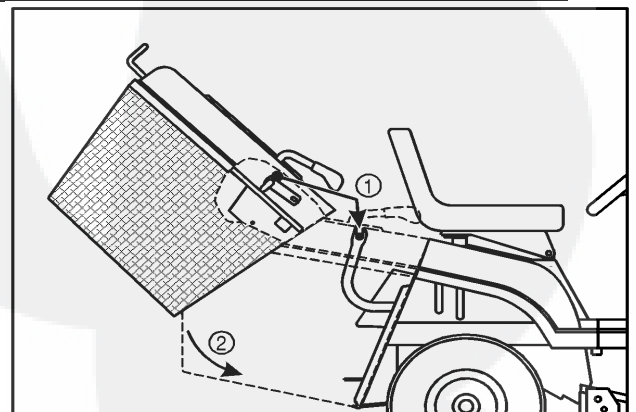

Fig.6
POSE DU BAC DE RAMASSAGE (Fig. 6)
1. Prendre à deux mains le bac de ramassage. Lui donner un angle d'environ 40° (fig. 6)